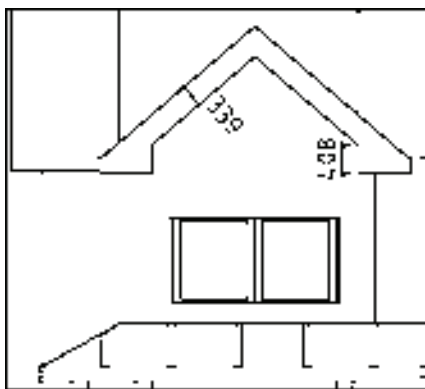

图 13-176 倒角处理
2) 调用“偏移”命令，偏移直线；调用“倒角”命令，设置倒角半径为 0，对所偏移的线段进行倒角处理，结果如图 13-176 所示。